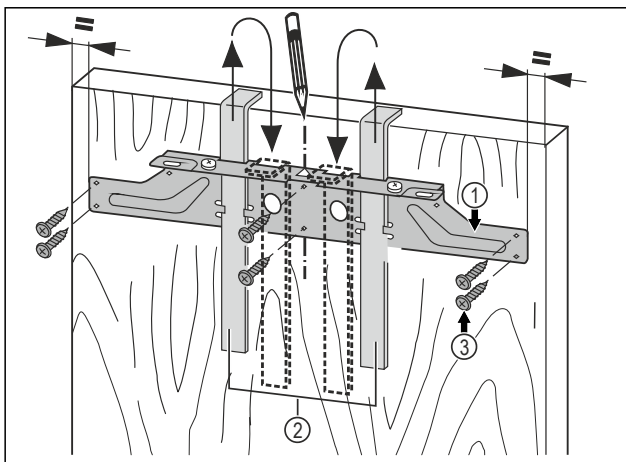

Fig. 42
- Befestigungstraverse Fig. 42 (1) mit den Montagehilfen Fig. 42 (2) auf die Innenseite der Möbeltür hängen.
- Befestigungstraverse Fig. 42 (1) mittig auf der Tür ausrichten.
- Die Befestigungstraverse Fig. 42 (1) mit mindestens 6 Schrauben Fig. 42 (3) festschrauben.
- Befestigungstraverse Fig. 42 (1) mit 4 Schrauben Fig. 42 (3) am Rand festschrauben.
- Montagehilfen Fig. 42 (2) nach oben herausziehen und in die danebenliegenden Aufnahmeöffnungen gedreht einschieben.